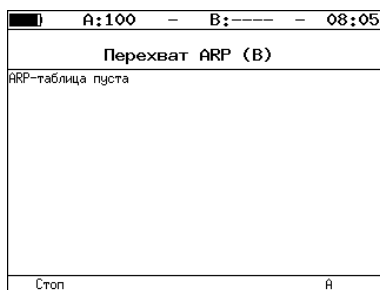

Рис. 7.67. Меню «Перехват ARP»
2. Перейти в меню «Перехват ARP» (см. рис. 7.67).